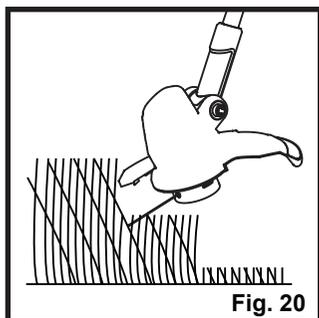

Fig. 20
- Coupez de manière répétitive du haut vers le bas et en plusieurs couches lorsque l'herbe est très haute (Figures 20 à 21).